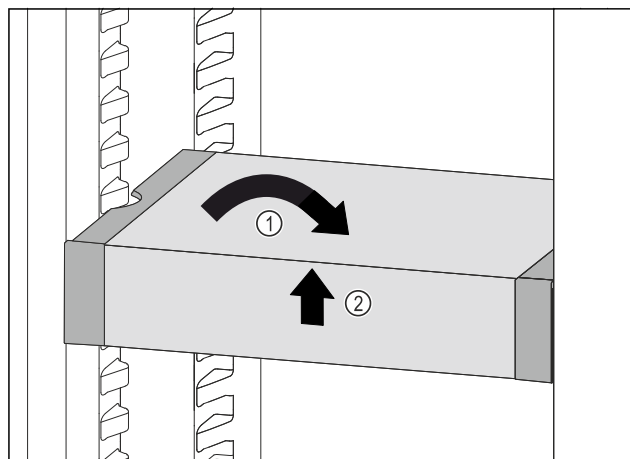

Fig. 179
- ▶ VarioSafe postavte rovně, Fig. 179 (1)
- ▶ VarioSafe vpředu zvedněte, Fig. 179 (2)